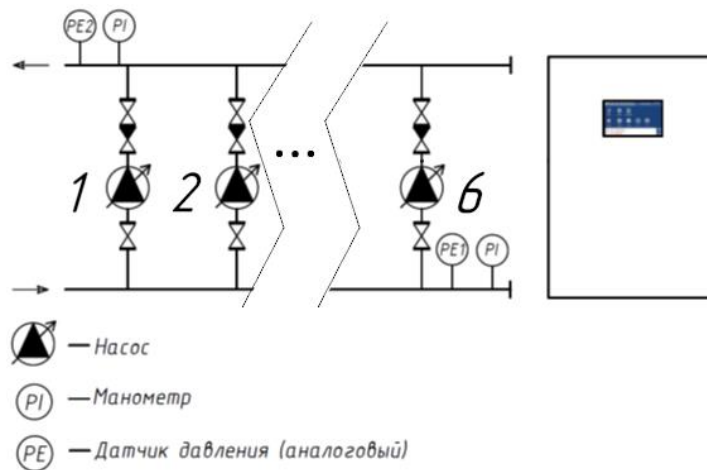

Рисунок 3.1 – Схема насосной установки
- при регулировании давления – показаниями датчика PE2 (см. рисунок 3.1);